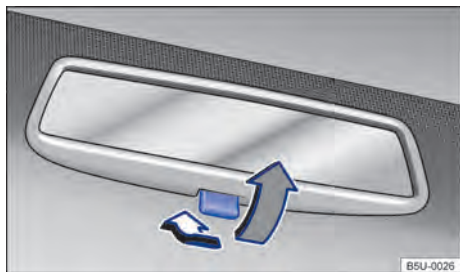

Fig. 69 No para-brisa: espelho retrovisor interno com antiofuscante manual.
- Posição noite: puxar a alavanca → Fig. 69 (seta cinza), para evitar o ofuscamento dos faróis dos veículos que trafegam atrás.